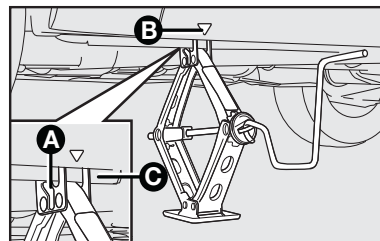

fig. 6
4) Colocar o macaco onde está marcado o símbolo ▼ **B-fig. 6**, perto da roda a substituir. Certificar-se de que a ranhura **A-fig. 6** do macaco esteja bem encaixada na langarina **C-fig. 6**.